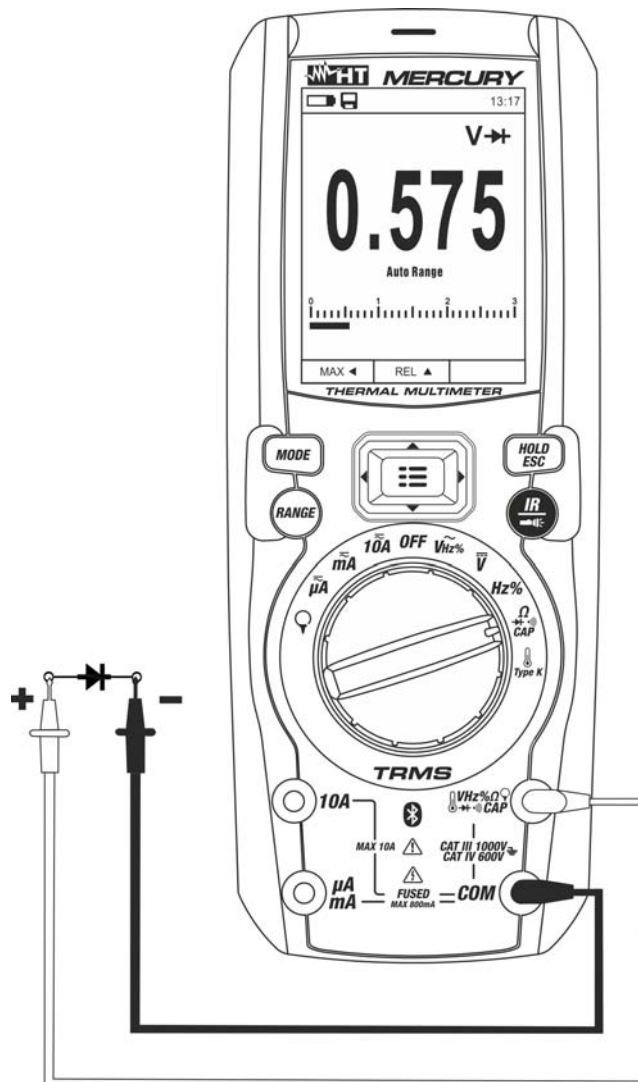

Fig. 25: Uso do instrumento para o Teste de díodos
4. Colocar as ponteiros nas extremidades do díodo em exame (ver Fig. 25) respeitando as polaridades indicadas. O valor da tensão do patamar em polarização direta é apresentado no display
6. Se o instrumento apresenta a mensagem "OL" os terminais do díodo estão invertidos em relação ao indicado na Fig. 25 ou a junção P-N do díodo está danificada